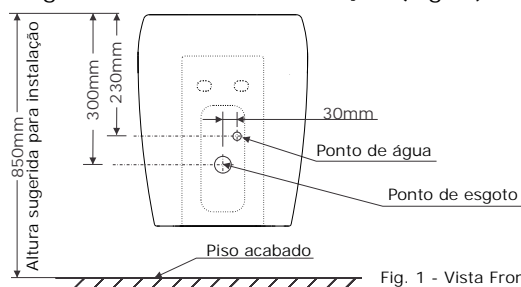

Fig. 1 - Vista Frontal do Produto
- 1** Antes de iniciar a instalação, certifique-se que a parede está perfeitamente plana e regular. Para uso confortável da cuba são recomendadas as seguintes alturas de instalação (Fig. 1).